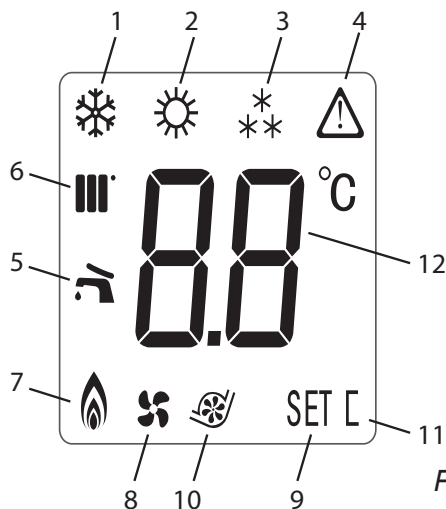

Рис. 3. Дисплей
- **зимний режим.** Функция отопления и ГВС находятся в активном режиме (рис. 3, поз. 1).
- **летний режим.** Функция ГВС находятся в активном режиме, а функция отопления в этом режиме не активна (рис. 3, поз. 2).